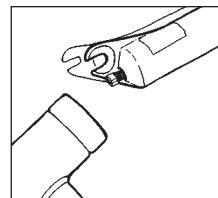

Fig. 6
- Lösen Sie die Führungs-Schrauben um ein paar Umdrehungen und schlagen Sie kräftig mit einem Gummihammer auf die Schrauben, um die Führungsstangen im unteren Rohr zu lösen (s. Abb. 6). Entfernen Sie die Schrauben. Unten aus dem unteren Rohr läuft Öl aus dem Hydracoil/Free Valve System aus, wenn Sie die Führungs-Schrauben entfernen. Fangen Sie das Öl mit der Ölwanne auf.